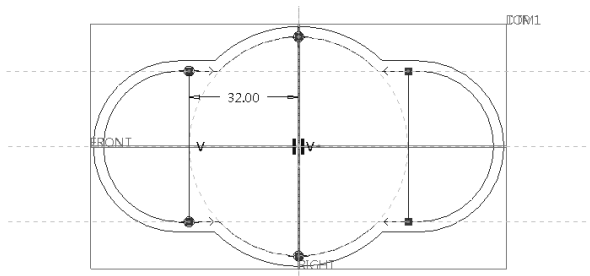

图 6-61 绘制筋轨迹线
6) 绘制图 6-61 所示的 3 条直线段, 每条直线段均被约束在相应的内轮廓线上。这些直线段定义了筋的轨迹, 然后单击 (确定) 按钮。